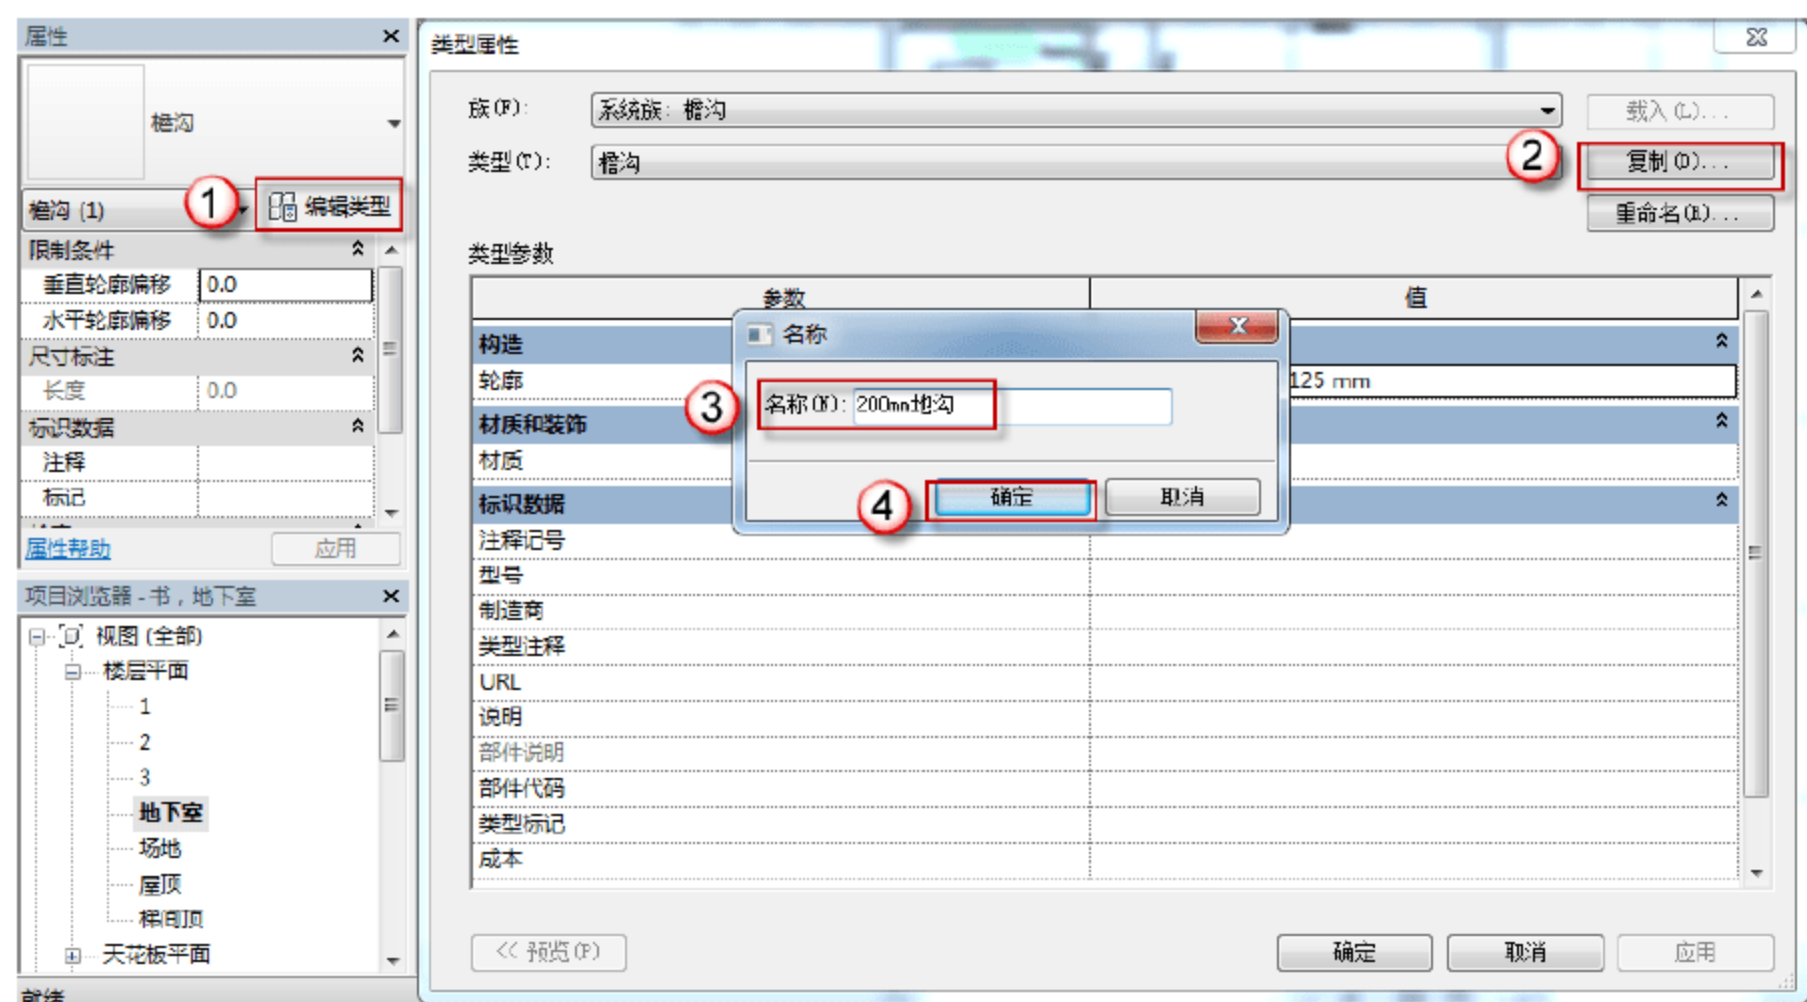

图 9.2.68 复制创建“200mm 地沟”
(25) 复制创建“200mm 地沟”。选择“建筑”→“屋顶”→“屋顶：檐槽”命令，在“属性”面板下单击“编辑类型”按钮，在弹出的“类型属性”对话框中，单击“复制”按钮，弹出“名称”对话框，在“名称”后面输入“200mm 地沟”字样，最后单击“确定”按钮，如图 9.2.68 所示。